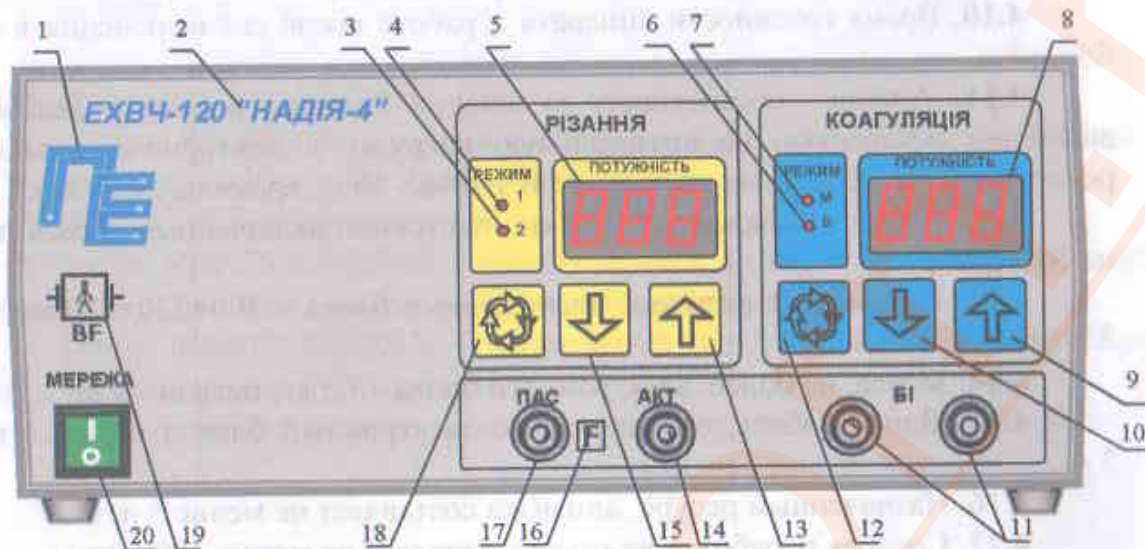

Рис.1 Передняя панель электронного блока.
Конструктивно аппарат выполнен в виде двух отдельных блоков - электронного блока (рис. 1,2) и ножной педали (рис. 3).
На передней панели электронного блока расположены следующие органы управления и индикации (рис.1):
- Включить аппарат, для чего установить выключатель "МЕРЕЖА" в положение "I". При этом загорятся индикаторы: "МЕРЕЖА", выбранных режимов работы. На индикаторах (5,8 рис.1) загорятся цифры установленного уровня выходной мощности.
- Проверить переключение режимов работы, для чего последовательно нажимая кнопки (12, 18 рис.1), убедиться, что аппарат последовательно переключает режимы 1, 2 для РІЗАННЯ и режимы М, Б для КОАГУЛЯЦІЯ по последовательному загоранию соответствующих индикаторов (3, 4, 6, 7 рис.1).
- Проверить регулировку уровня выходной мощности, для чего, нажав кнопки управления (9, 13 рис.1), убедиться, что происходит увеличение показаний индикатора уровня выходной мощности, а нажав кнопки управления (10, 15 рис.1), убедиться, что происходит уменьшение показаний индикатора уровня выходной мощности. Проверку провести как для вида работ РІЗАННЯ так и для вида работ КОАГУЛЯЦІЯ. Следует помнить, что установленные уровни выходной мощности